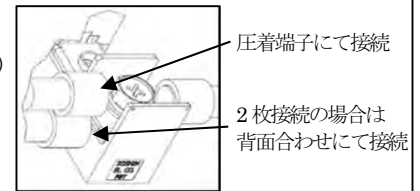

図2. 端子台製品の接続方法 (端子2枚重ね)
6. 端子台製品への配線接続 (図2) は、圧着端子を使用し接続してください。(圧着端子2枚重ねまで) その他の配線接続方法を検討の場合は、弊社営業窓口までご相談ください。